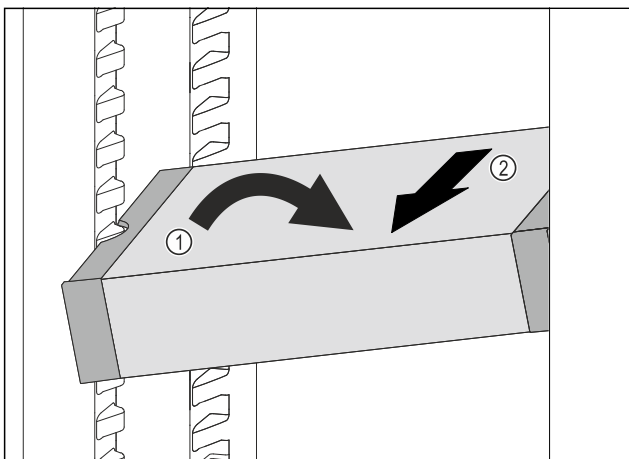

Fig. 138
- VarioSafe im Kühlteil schräg stellen. Fig. 138 (1)
- VarioSafe nach vorne entnehmen. Fig. 138 (2)